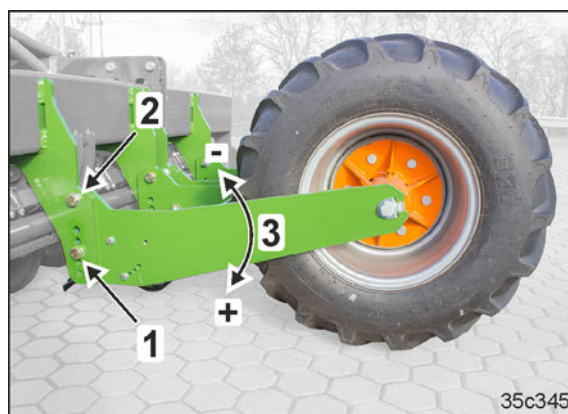

Fig. 205
1. desfaceți piulițele de sus (Fig. 205/2)
Sprângeți culisa roții de sprijin înainte de îndepărtarea șuruburilor (Fig. 205/2)!
2. desfaceți piulițele de jos, îndepărtați șuruburile (Fig. 205/1)
Poziția șurubului de marcare (Fig. 205/1)	Înălțimea [mm] (Fig. 205/3)
4. Introduceți culisa roții de sprijin cu șuruburile (Fig. 205/1) strângeți piulițele
5. strângeți piulițele de sus (Fig. 205/2)